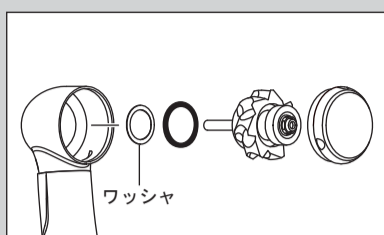

図11
- ご購入時期により、ヘッド内にカートリッジ、Oリングの他にワッシャが付いているものがあります（図11）。カートリッジ交換の際に確認し、ワッシャがあれば取り外してください。